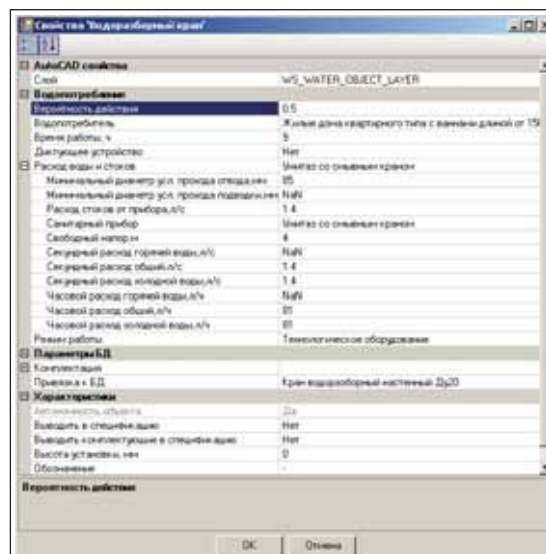

Рис. 1
кран"). Выберите любое условное графическое отображение элемента и укажите точку вставки водопотребителя на модели. После этого выделите данный элемент, нажмите правую кнопку мыши и выберите действие *Свойства (BK)*. В строке *Режим работы* появившейся экранной формы (рис. 1) выберите *Технологическое оборудование*. Откройте раздел *Расход воды и стоков* и задайте характе-